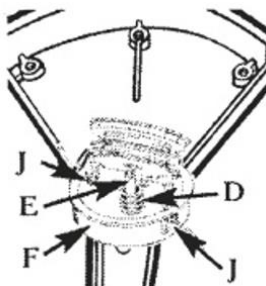

Рис. 17
7. Наденьте пружину (D) на стержень (E). Пропустите каждый конец лески ушки (J) в корпус (F) (Рис.17).
8. Опустите катушку в корпус (F), протягивая леску через ушки (J). Убедитесь, что пружина попала в катушку (Рис.17).